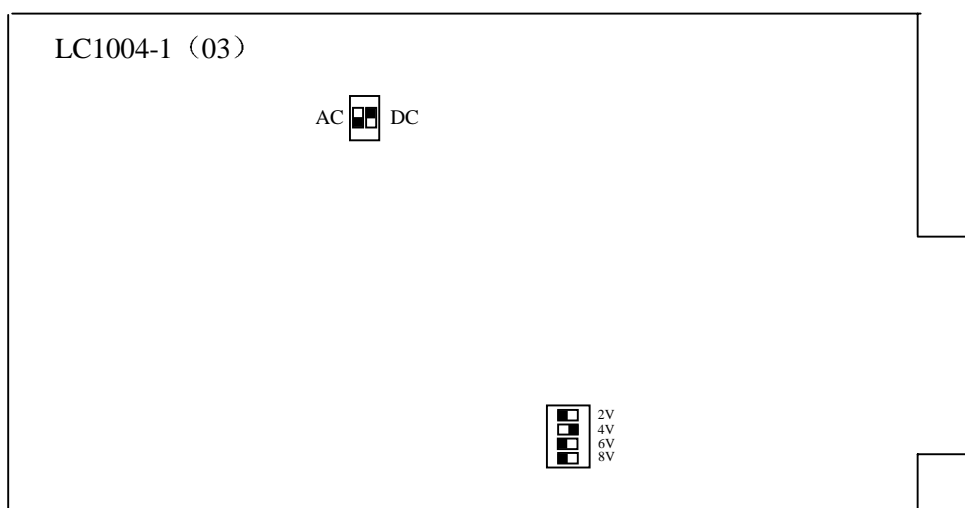

图 1 通道板示意图
改变桥压: 去掉上盖板, 抽出相应通道, 见图 1 (出厂前调定位置), 拨动图中的四位拨码开关。例如: 欲将 4V 桥压改成 2V, 则将上边第一个对着 2V 的开关拨到右边(ON), 同时切记将对着 4V 的开关拨到左边 (OFF)。
(1)DC/AC 工作方式：仪器出厂时该开关置于 DC。如果被测频率大于 5Hz, 为了减少直流漂移，用户可将 DC/AC 开关拨向 AC。方法是：打开上盖板，抽出相应通道，将图 1 通道板上的 DC/AC 开关 AC 一侧开关拨向上（ON），同时切记将 DC 一侧开关拨向下（OFF）。AC 耦合，可以避免应变片受温度、直流残余应力等造成的零点漂移对测量结果的影响。
b. 出厂前，通道前面板：测量-校准开关 (CAL-MEASURING) 置“正校”（“CAL+”）；校准值开关置 $1000\ \mu\ \varepsilon$ (100)；灵敏度选择 (SENS. SELECTOR) 置“2”；